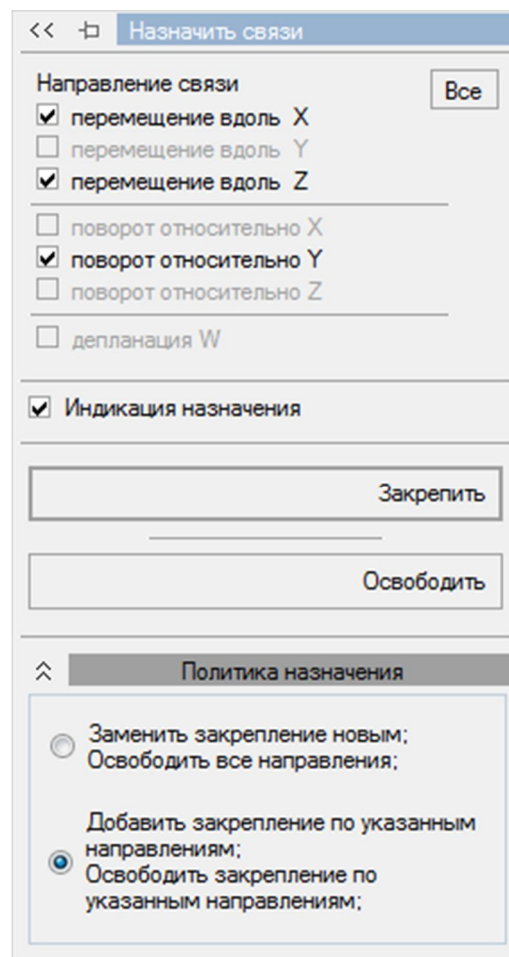

Рис. 16. Панель активного режима Назначить связи
- В этом диалоговом окне отметьте направления по которым запрещено перемещение узла (X, Z, UY) (рис. 16),